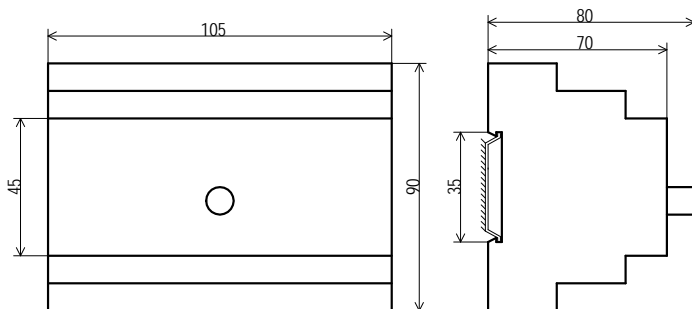

Рис.1 Габаритные и установочные размеры БУАВР1
- 3.38.Габаритные и установочные размеры БУАВР приведены на рис. 1.
- 4.2. Габаритные и установочные размеры БУАВР1 приведены на рис. 1.